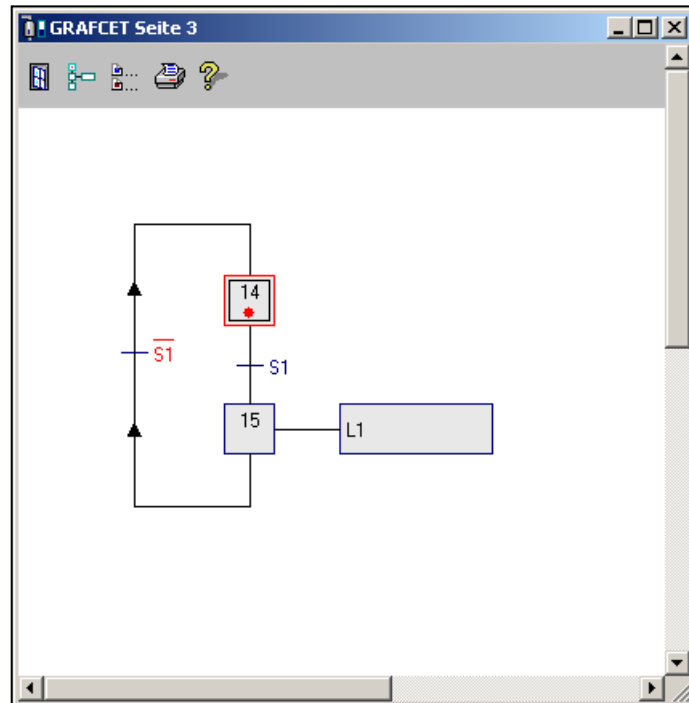

Abb.5 Aktivierter GRAFCET-Plan in der GRAFCET-Ansicht
Der Plan aus Abbildung 5 steht im rot markierten Initialisierungsschritt (14) und wartet bei der folgenden Transitionsbedingung darauf, dass das Signal  $S1$  auf 1 (High) geht.